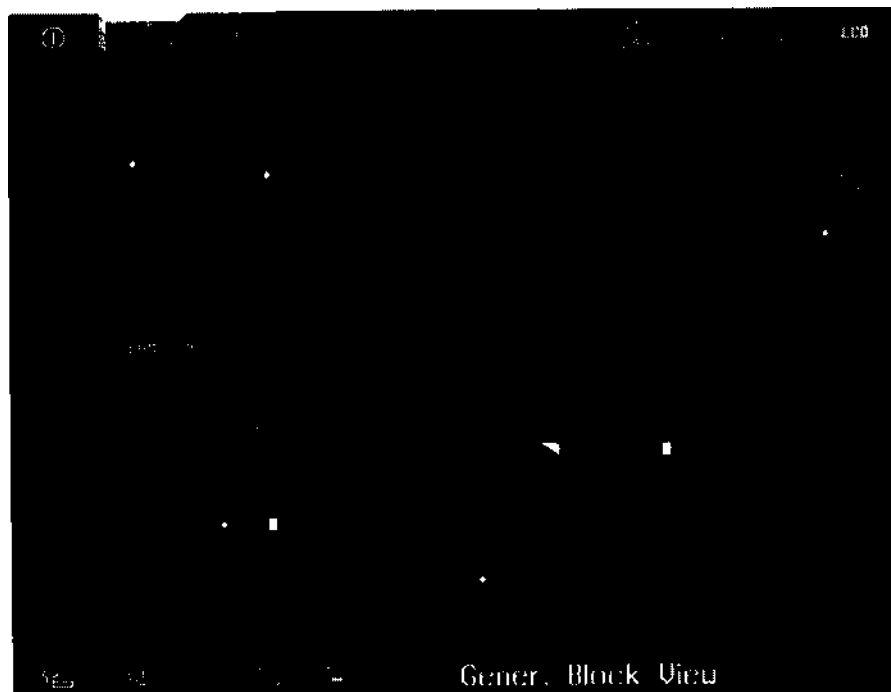

Рисунок 54 Закрытие крышки принтера
- В случае стерилизатор в исполнении FED, пользуясь меню «Источник пара», проверьте выбор – «Внутренний парогенератора» рисунок 54.